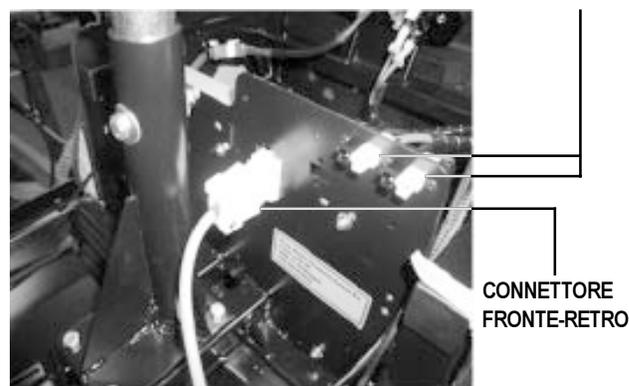

Figura 17. Cavo fronte-retro
5. Scollegare il connettore fronte-retro grande a 9 poli, di colore bianco. Si veda figura 17.
6. Scollegare entrambi i morsetti batteria dai rispettivi connettori. Si veda figura 17.